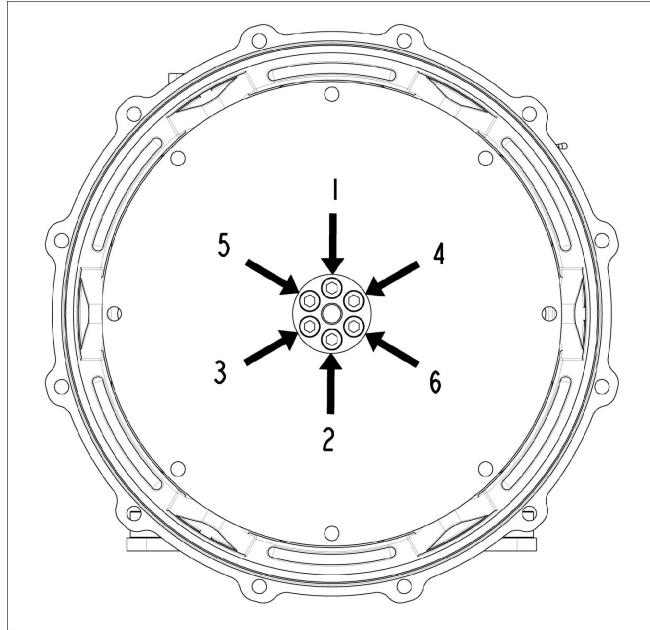

FIGURE 22. SÉQUENCE DE FIXATION AU MOYEU
4. Serrer les vis du disque d'accouplement, le cas échéant, dans l'ordre indiqué sous Figure 22 à la page 42 . Se reporter à Chapitre 9 à la page 69 pour connaître les couples de serrage.